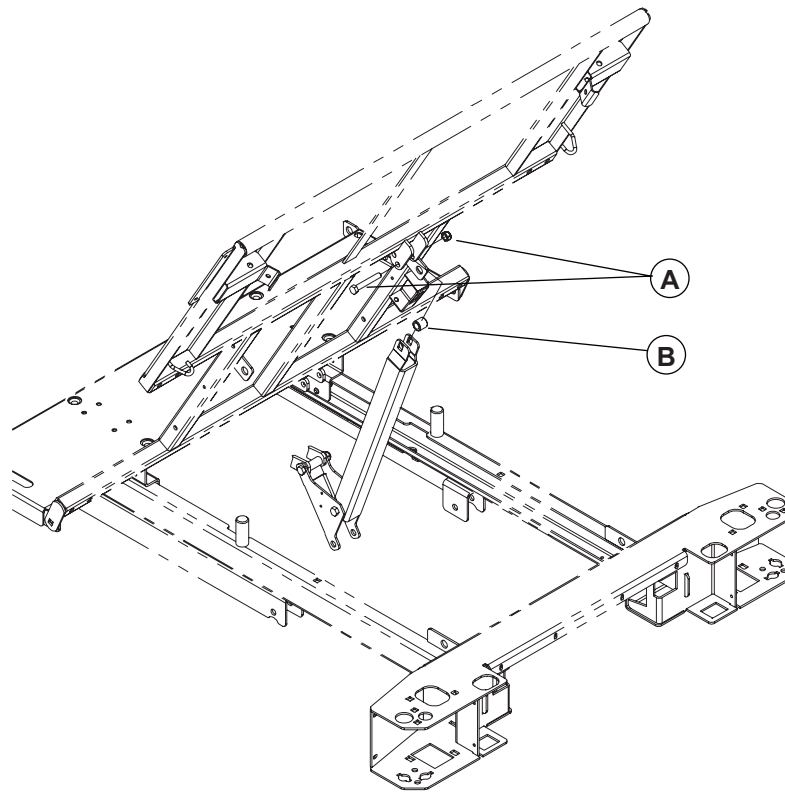

Figure 7
17. À l'aide de deux clés mixtes de 1/2 po, retirer le contre-écrou et le boulon (A, Figure 7) fixant le levier à la section de tête. Déposer le levier sur le châssis. Conserver l'espaceur (B, Figure 7).
19. À l'aide d'une clé mixte de 1/2 po, retirer les deux contre-écrous, les deux entretoises à épaulement et les deux boulons (F) fixant la section de tête à la section de siège.